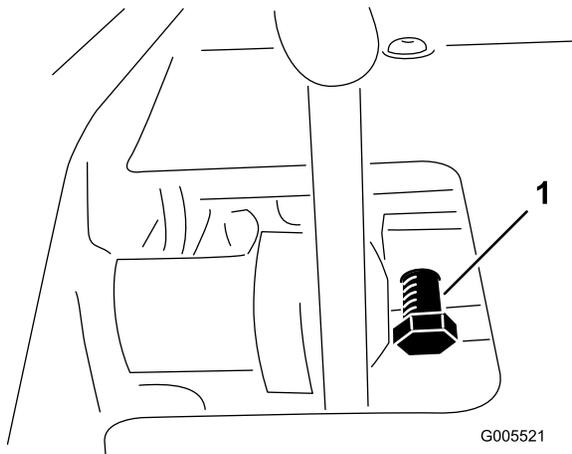

図 55
1. ペダルロックボルトのジャムナットをゆるめる 図 55。